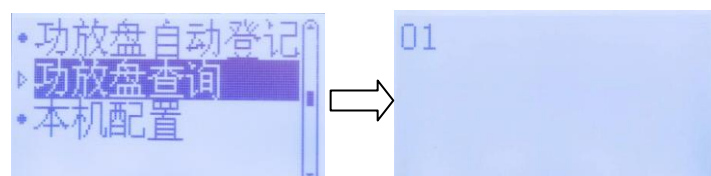

图5-21
**功放盘查询**用于查询本机已经登记好的功放盘地址，如图5-21所示：